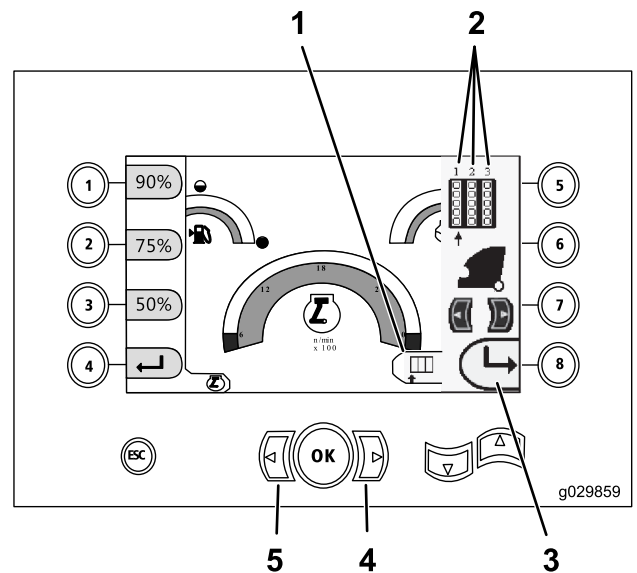

Figure 25
Remarque: L'icône du bouton 8 ne concerne que les versions du logiciel K et suivantes (Figure 25).
1. Appuyez sur la flèche vers la droite ou la gauche pour sélectionner le numéro de la rangée à laquelle vous souhaitez accéder (Figure 25).
2. Après avoir placé la flèche sous le numéro de la rangée à accéder, appuyez sur le bouton 8 (Figure 25) pour masquer la fenêtre latérale.